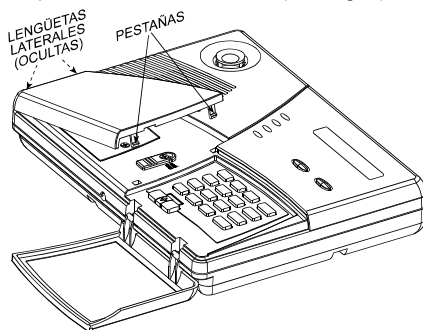

Figura 2. Apertura de la tapa del compartimento de pilas
C. Gire la tapa hacia arriba como se muestra en la Figura 2, y luego tire de las lengüetas de la izquierda y quite la tapa. Aparece la cubierta interior (vea Fig. 3).